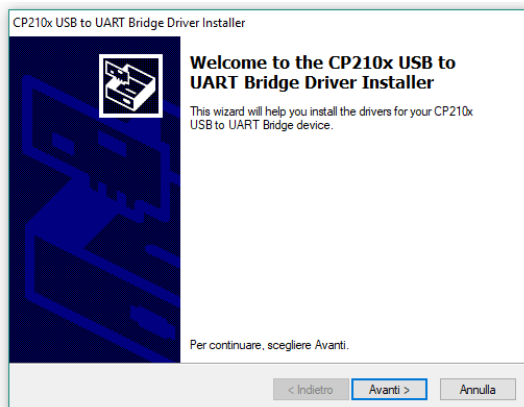

Fig. 2.2-5 Installazione driver
- Cliccare su **Avanti** (Fig.2.2-5) per avviare l'installazione dei driver;